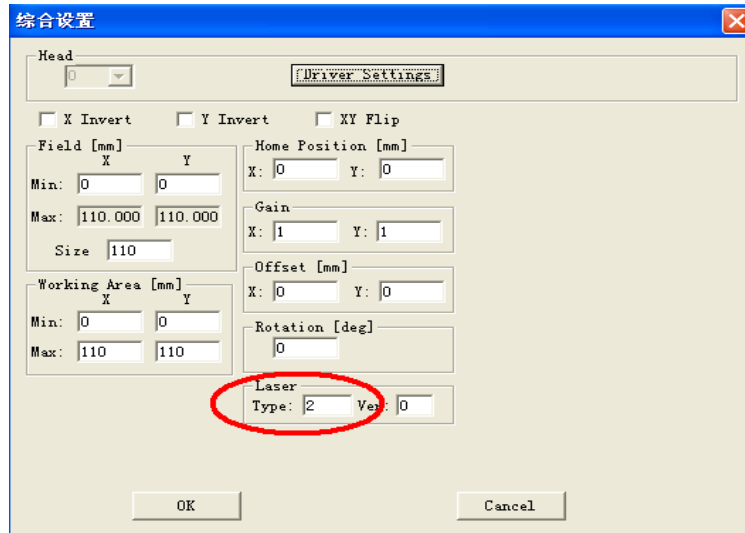

图 16
4) 定义激光器类型, 将激光器类型 Type 设为 2 ,如图 16